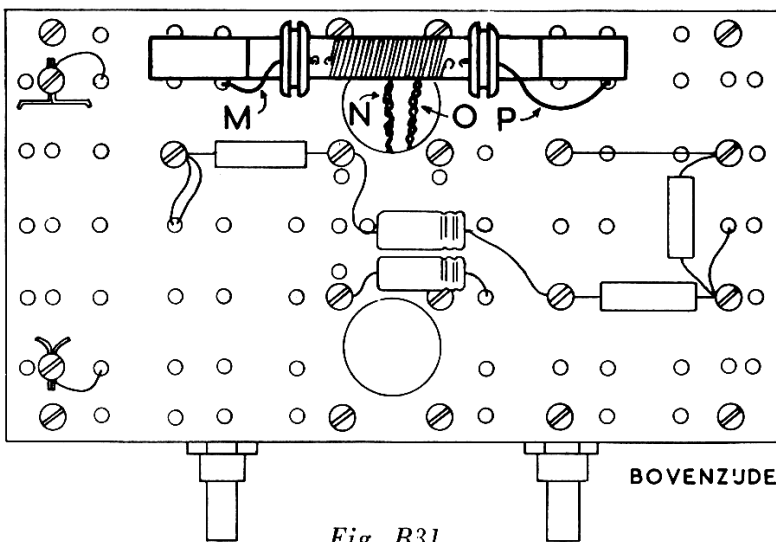
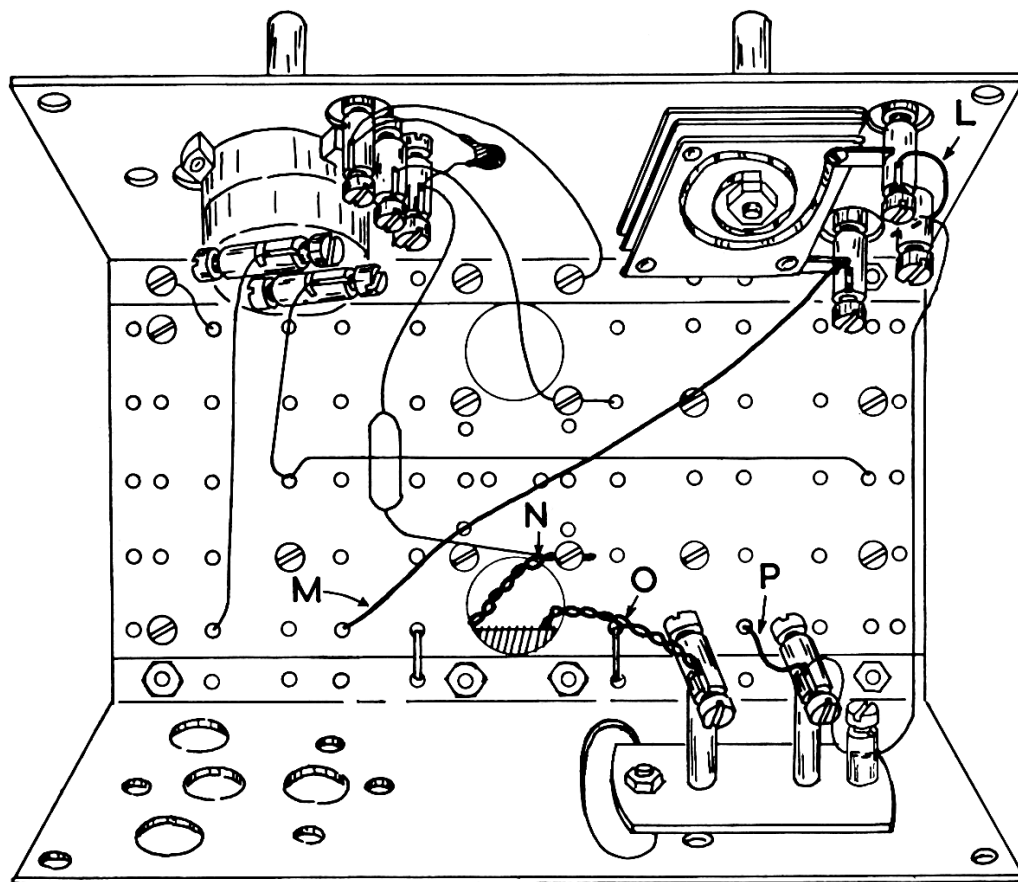
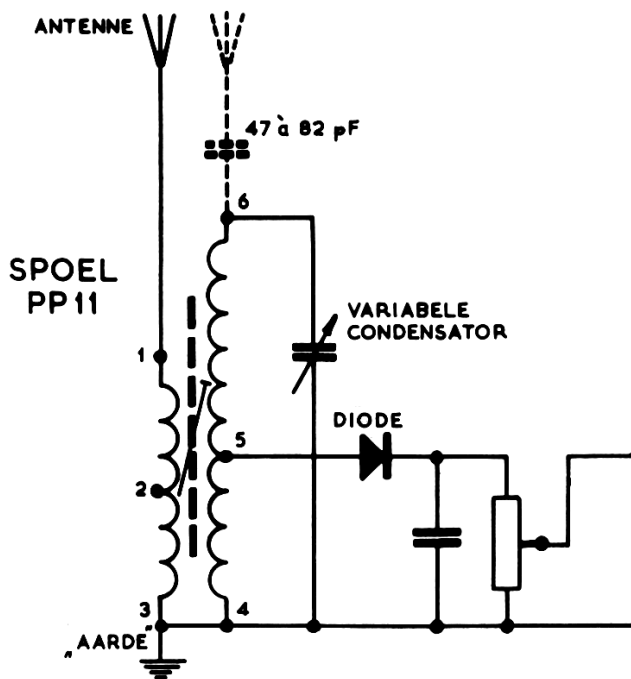
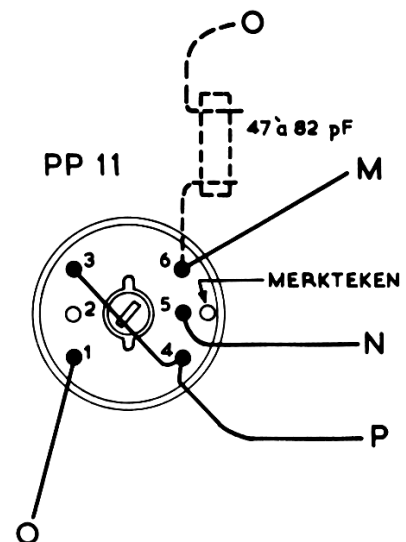

Fig. B31
Fig. B32
Fig. 20
Fig. 21
23. Nu kunnen we de spoel aansluiten. Steek daartoe de aansluitdraden, die in fig. B31 en B32 zijn gemerkt met de letters M, N, O en P door gaten in de bruine isolatieplaat en zet ze vast in de klemmen zoals fig. B32 aangeeft. Desgewenst kan draad P wat worden ingekort (denk aan het verwijderen van de bruine isolatie!).
Het prinsipeschema van de „Pionier II” met de Philips universeelspoel PP 11 is in fig. 20 getekend. De cijfers bij de spoel komen overeen met de cijfers, die in fig. 21 bij de aansluitlippen van de spoel zijn gezet. Het merkteken bestaat uit een gaatje, dat aan één zijde in het bruine isolatieplaatje aan de onderzijde van de spoel is aangebracht. De letters die bij de draden aan de aansluitlippen zijn aangegeven, komen overeen met de letters die in bouwtekening fig. B32 zijn gebruikt. Zoals in fig. 21 is getekend, kan de antenne of direct aan lip 1 van de spoel worden aangesloten, of via een condensator van 47 à 82 pF aan lip 6.